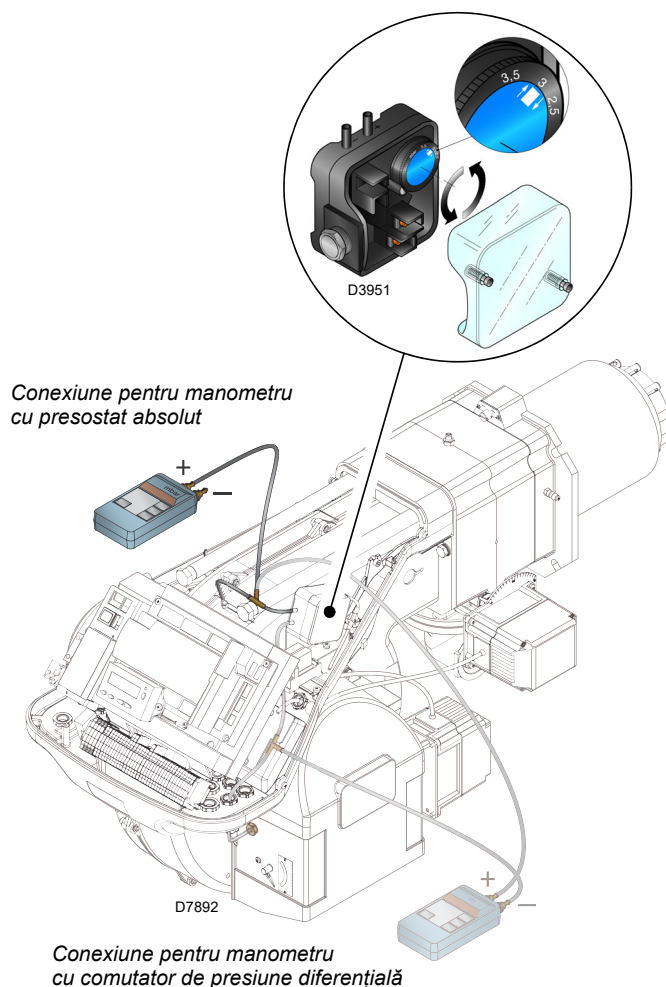

Fig. 28
- Reglați presostatul de aer (Fig. 28 la pag. 32) la începutul scării.
Efectuați reglarea presostatului de aer (Fig. 28) după ce ați efectuat toate celelalte reglaje ale arzătorului cu presostatul de aer reglat la începutul scării.
Conexiunea manometrului este prezentată la Fig. 28. Configurația standard este comutatorul de presiune a aerului conectat la toate. Observați prezența unei conexiuni „T” neasigurate.
În unele aplicații cu vid ridicat, conexiunea comutatorului de presiune nu permite comutatorului de presiune să comute. În acest caz, este necesară conectarea comutatorului de presiune în modul diferențial prin aplicarea unui al doilea tub între comutatorul de presiune a aerului și intrarea ventilatorului. În acest caz, manometrul trebuie să fie conectat și în diferențial, așa cum se arată în Fig. 28.